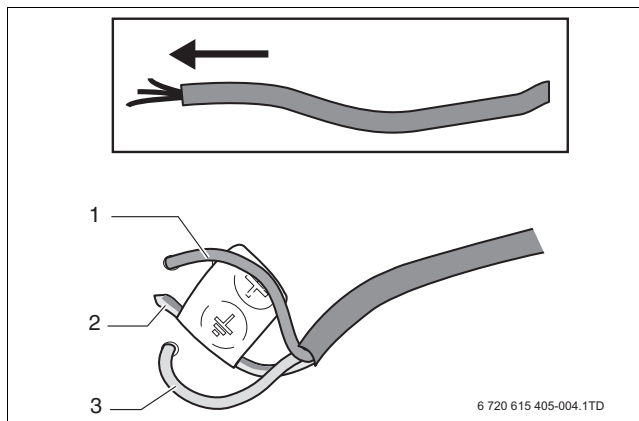

Fig. 41 Cavo di rete
- Collegare il cavo di rete all'interruttore di rete (→ fig. 41).